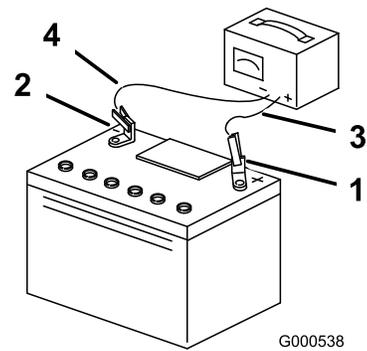

図 43
3. 充電が終わったら、チャージャのプラグをコンセントから抜いてから、チャージャのリード線をバッテリー端子から外す 図 43。